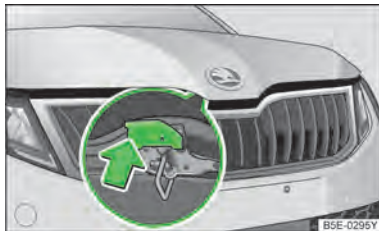

图 163
- 向上拉解锁拉手，并向上抬起发动机舱盖使发动机舱盖完全解锁» 图 163。